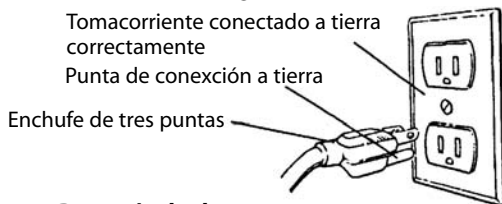

Figura 2 – Receptáculo de 3 puntas
- Este esmeriladora está equipado con un cordón aprobado de 3 conductores con poencia nominal de 300V y un enchufe de conexión a tierra de 3 puntas (Vea la Figura 2) para protegerse contra los peligros de choque.
- El enchufe de conexión a tierra se debe enchufar directamente en un receptáculo de conexión a tierra de 3 puntas, conectado a tierra e instalado correctamente (Vea la Figura 2).